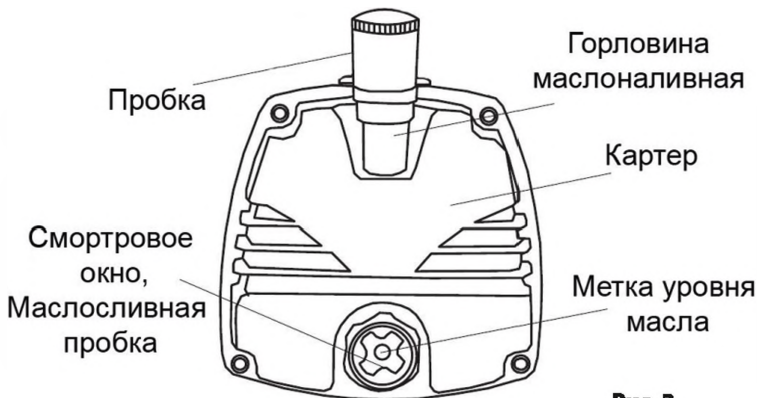

Рис. 3
- Проверьте уровень масла в смотровом окне (См. Рис. 3).
- Отверните транспортную заглушку маслосливной горловины и залейте масло в картер, до уровня красной отметки (См. Рис.3).